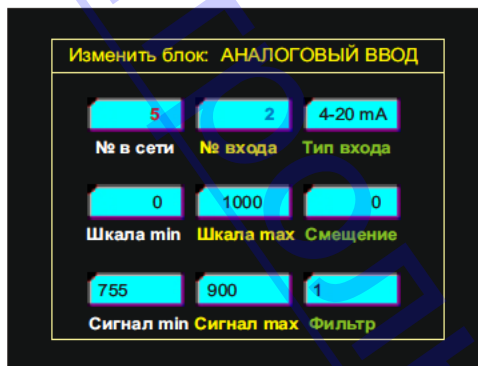

Рис. 25. Конфигуратор блока "Аналоговый ввод"
9.1.8 Конфигуратор блока содержит следующие конфигурационные окна (Рис. 25):